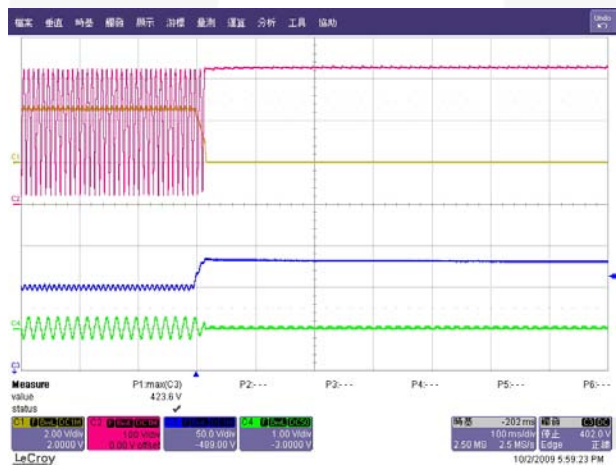
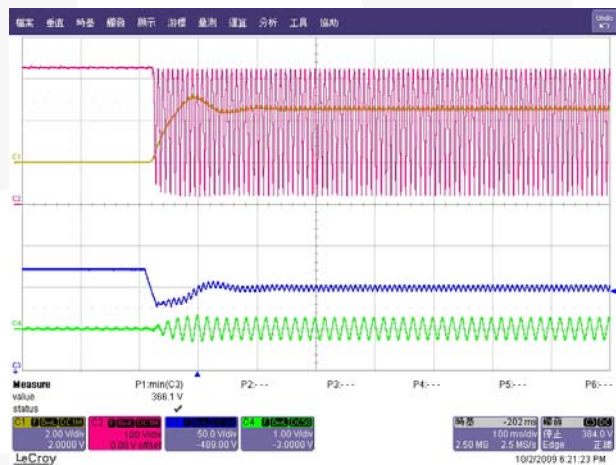

图 17. 230VAC 100%到0%线路瞬变
图 18. 230VAC 0%到100%线路瞬变
7. 图 17和图 18显示的是负载瞬变操作。输出负载从100%变为0%时，可观察到23.6V（标称输出电压的6.1%）的过冲。输出负载从0%变为100%时，可观察到23.9V（标称输出电压的6.13%）的欠冲。